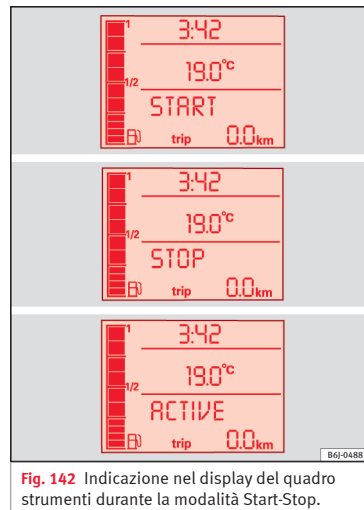

Fig. 142 Indicazione nel display del quadro strumenti durante la modalità Start-Stop.
- Sul display del quadro strumenti viene visualizzato un messaggio riguardante lo stato della modalità Start-Stop » **fig. 142.**